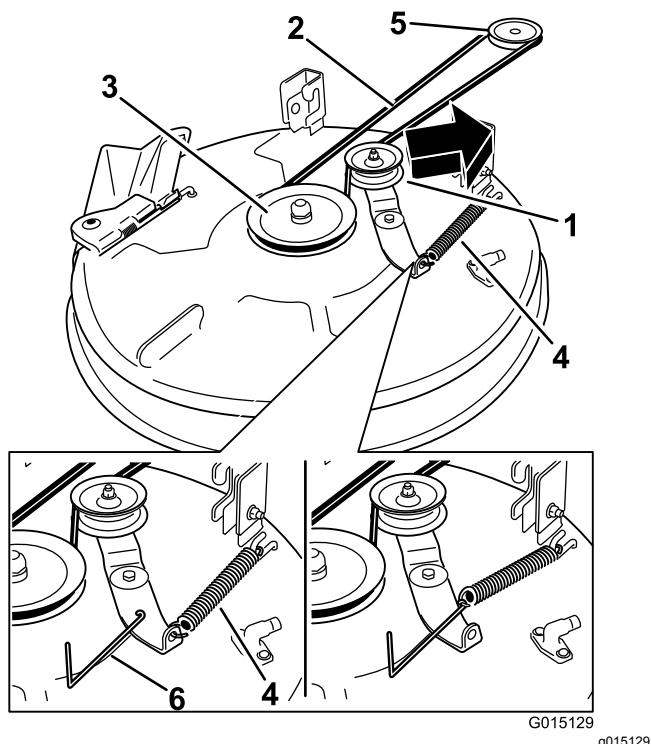
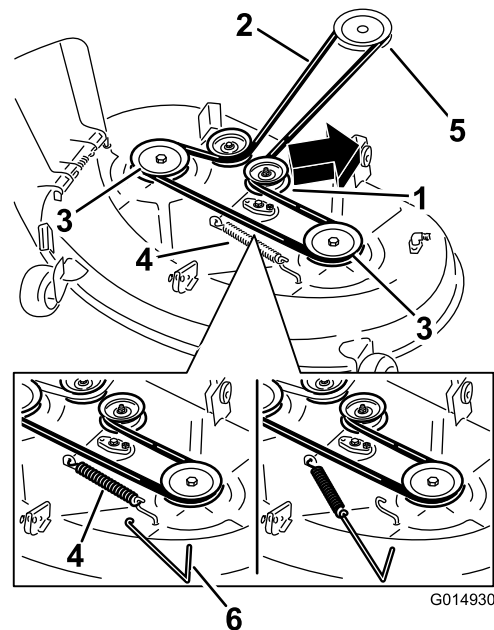

Figure 47
Figure 48
5. À l'aide d'un outil de dépose de ressort (réf. Toro 92-5771), décrochez le ressort du crochet sur le tablier pour détendre la poulie de tension et déchaussez la courroie des poulies (Figure 47 et Figure 48).
- Acheminez la courroie neuve autour de la poulie du moteur et des poulies du tablier de coupe (Figure 47 et Figure 48).
- À l'aide d'un outil de dépose de ressort (réf. Toro 92-5771), accrochez le ressort au crochet situé sur le tablier, puis exercez une tension sur la poulie de tension et la courroie du tablier de coupe (Figure 47 et Figure 48).